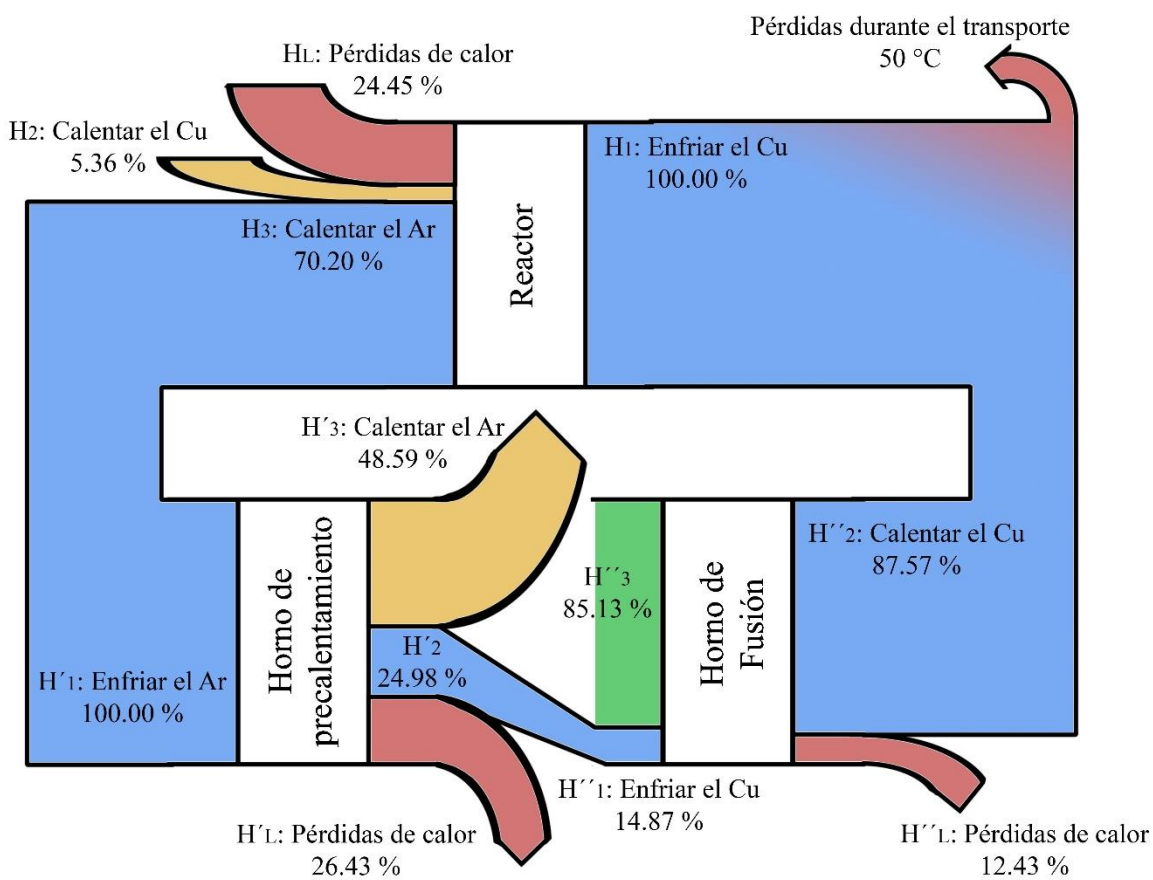

Figura 7.- Diagrama de Sankey del sistema horno de fusión – reactor – horno de precalentamiento.
e) El diagrama de Sankey del sistema se presenta en la Figura 7.